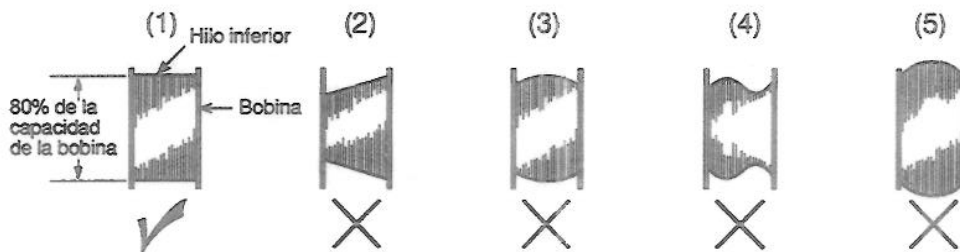

Figura 3-2
- (1) Enrolle el hilo inferior en la bobina según indica el punto (1) de la Figura 3-2.
- (2) Si el hilo inferior está enrollado de acuerdo con los gráficos (2), (3), (4) o (5) de la Figura 3-2, surgirán diversos problemas, entre ellos rotura y enredo del hilo y terminación pobre.
- (3) El hilo debe estar enrollado hasta el 80% de la capacidad de la bobina. Si se enrolla demasiado hilo inferior, probablemente se afecte su alimentación.